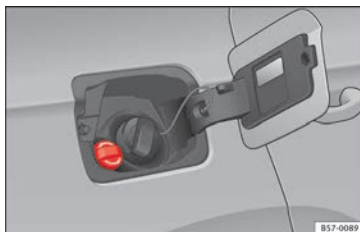

Fig. 236 Tapón de la boca de llenado del depósito de AdBlue.
- Abra la tapa del depósito » **fig. 236**.
- Gire el tapón de cierre de la boca de llenado de SCR hacia la izquierda » **fig. 236.**